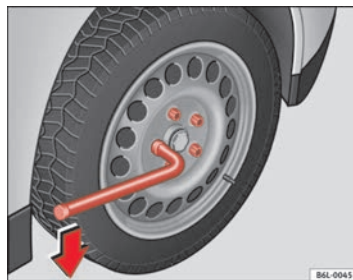

Abb. 128 Radwechsel: Radschrauben lockern
- Greifen Sie das Ende des Radschlüssels und drehen Sie die Schraube etwa eine Umdrehung nach **links** ⇒ Abb. 128.